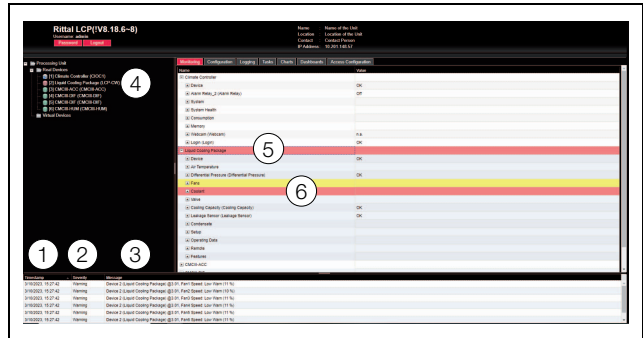

Abb. 131: Aufbau der Meldungsanzeige
1. Timestamp: Datum und Uhrzeit, wann der Fehler aufgetreten ist (Abb. 131, Pos. 1).
2. Severity: Schwere des aufgetretenen Fehlers. Es wird unterschieden zwischen Warnungen („Warning“) und Alarmen („Alarm“) (Abb. 131, Pos. 2).
3. Message: Fehlermeldung im Klartext (Abb. 131, Pos. 3).
- Linker Bereich (Navigationsbereich): Das Symbol vor der Komponente, an der der Fehler aufgetreten ist, wird im Navigationsbereich bei einer Alarmmeldung rot, bei einer Warnmeldung gelb eingefärbt (Abb. 131, Pos. 4).
- Rechter Bereich (Konfigurationsbereich): Auf der Registerkarte **Monitoring** wird die gesamte Komponente sowie der spezielle Parameter, für den die Warnung bzw. der Alarm anliegt, rot bzw. gelb eingefärbt (Abb. 131, Pos. 5 und 6).